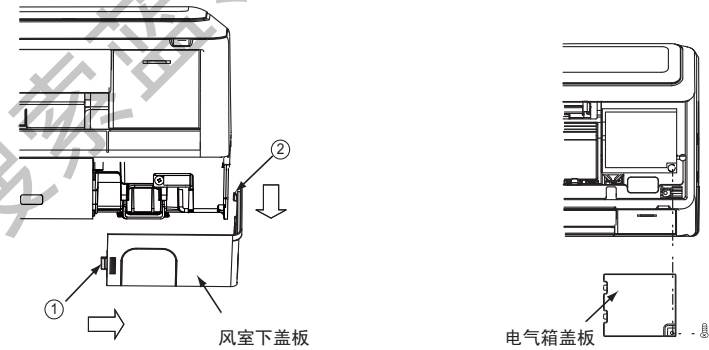

图14
- 用手将面框右下角风室下盖板①、②处的钩子沿箭头方向拉，将风室下盖板取下。(如图14)
- 打开面板，拧开面板右侧电气箱盖板螺钉，将其取下。(如图14)